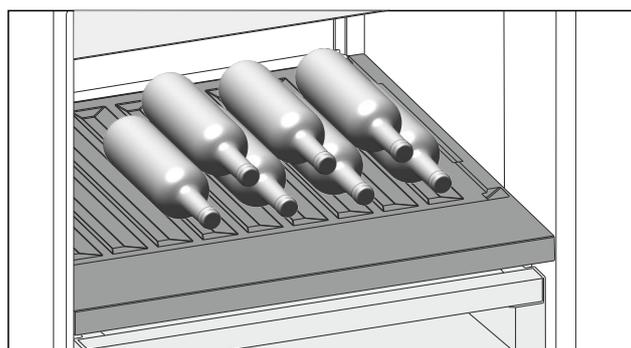

Fig. 145
- ▶ Помістіть пляшки дном у напрямку до задньої стінки. (див. Fig. 145)